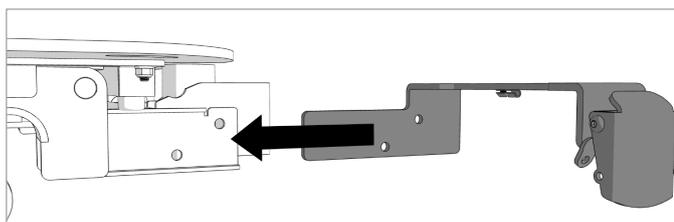

Figure 8.5
6. Faites glisser le support du levier CPR dans la fente du support de montage et alignez les trous comme indiqué à la Figure 8.5. Veillez à ce que les câbles ne soient pas tordus ou pliés.